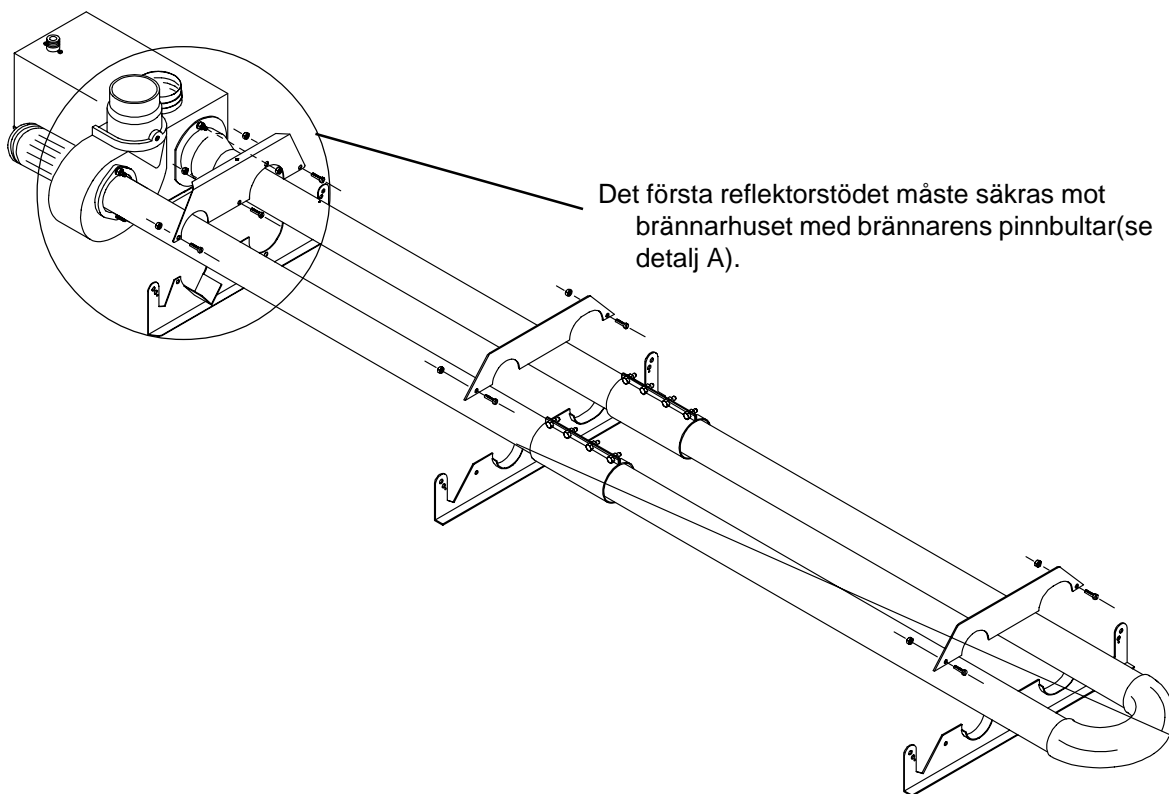

Fig. 13b INFRRA montage: Montage av reflektorhållarna
- 4) Montera ihop reflektorhållarnas över- och underdel med medföljande bult och mutter (fig. 13b). Det första reflektorstödet måste säkras mot brännarhuset med brännarens pinnbultar (se detalj A).